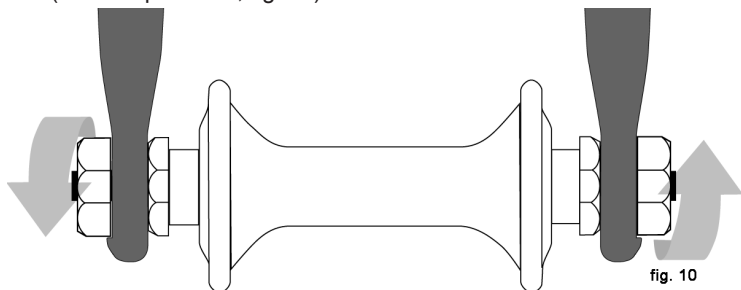

fig. 10
- Uma roda sem aperto rápido usa um eixo maciço com duas porcas laterais de aperto (roda de parafuso, fig. 10).